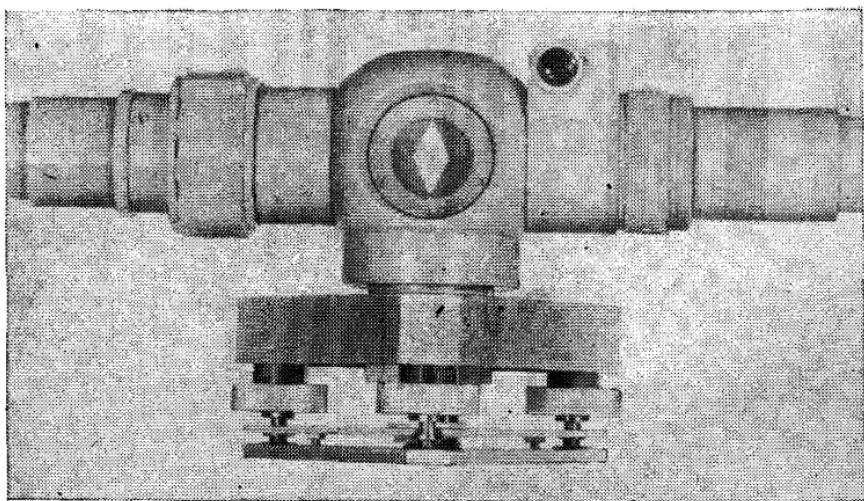

Рис. 7. Рейка Bala
**2.16. Рейка BALA** (рис. 7) в сочетании с точными теодолитами предназначена для определения расстояний короткобазисным параллактическим методом и используется при проложении ходов полигонометрии 1-го и 2-го разр. и измерении базисов фотостанций при производстве фототеодолитной съемки.